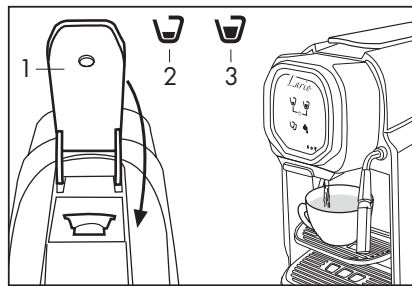

Fig. 10
- Richiudere completamente la leva (1), premere un simbolo erogazione (2-3) in base ai propri gusti premendolo nuovamente per arrestare l'erogazione quando si è raggiunta la quantità desiderata di caffè o bevanda (Fig. 10).